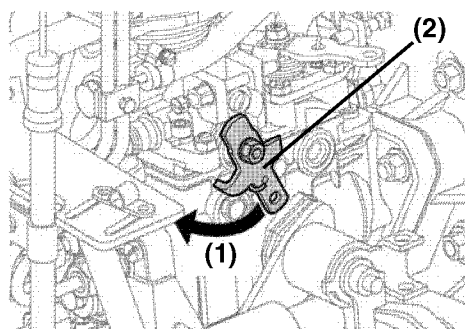

Figura 21
Opere el motor de arranque mientras mueve y mantiene (**Figura 21, (1)**) la palanca de paso (**Figura 21, (2)**) del regulador para detener el flujo de combustible.